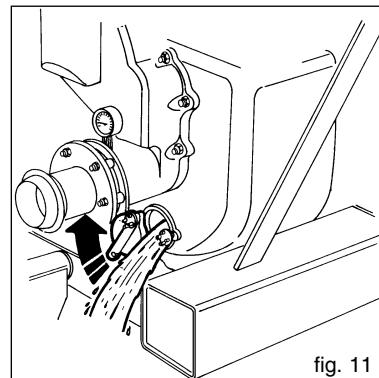

fig. 11
Laat geen vloeistof in het pomphuis. Laat het leeglopen via het deurtje (fig.11). In de wintermaanden kan de vloeistof bevriezen en ernstige schade aan de pomp veroorzaken. Wanneer de vloeistof gevaarlijk is, moet men alle voorzorgsmaatregelen nemen om schade en ongevallen te voorkomen vooraleer het pomphuis leeg te maken. Laat de as regelmatig draaien om aanslag binnenin de pomp te vermijden.
- De gepompte vloeistof uit het pomphuis afslan via het afvoerdeurtje (fig. 11).